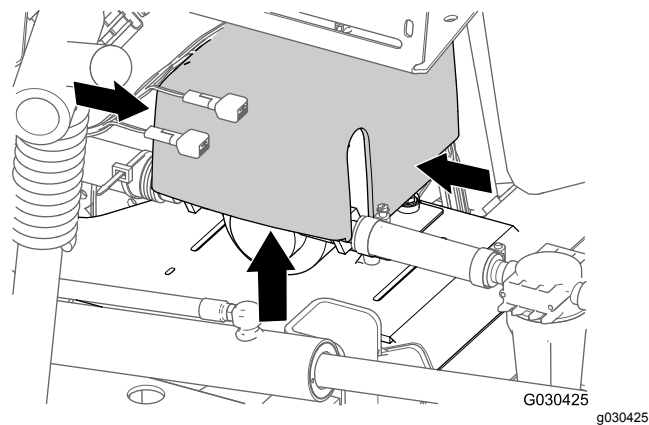

Figura 13
2. Remova o conector do misturador da cablagem principal do conector de três machos da válvula do misturador (Figura 13).
1. Na parte de trás da máquina, pressione as laterais da cobertura da bomba de lavagem e levante a cobertura até as abas da cobertura passarem as ranhuras na placa da sela e retire a cobertura da máquina (Figura 13).